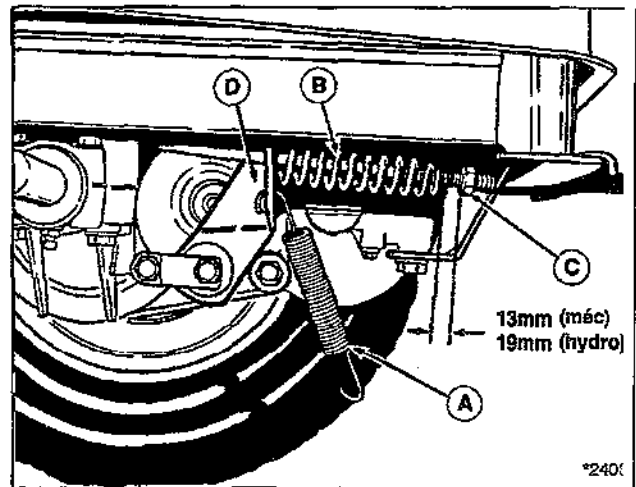

Figure 27. - Tringle d'embsryage-frein
2. **Détacher l'extrémité** du ressort de tension (A, figure 27).
3. Pousser le ressort de compression (B), vers l'arbre du frein. Sur les **modèles mécaniques**, il doit y avoir un **écart de 12,7 mm** entre le ressort de compression (B) et l'écrou C (voir figure 27). Sur les modeles hydro, il doit y avoir un **écart de 19 mm** entre le ressort de compression (B) et l'écrou (C).